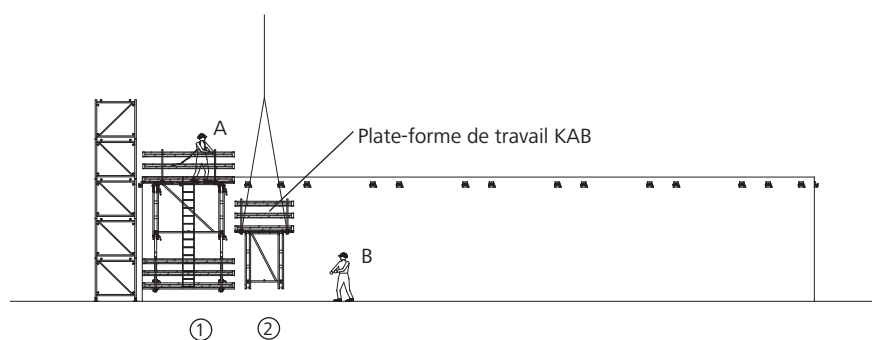

Fig. 27.2
2. B effectue au sol l'élingage de la plate-forme KAB (2). La plate-forme (2) est ensuite grutée (Fig. 27.2) et accrochée sur le voile. A vérifie que le sabot d'accrochage KAB est bien verrouillé, que la plate-forme est bien en place (voir page KAB-12). A procède ensuite au désélingage.